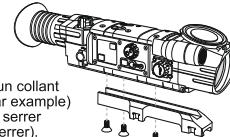

Fig.1
- Fixer le montage à la base de la lunette de visée en utilisant une écrou-hexagonal et vis (Fig. 1).